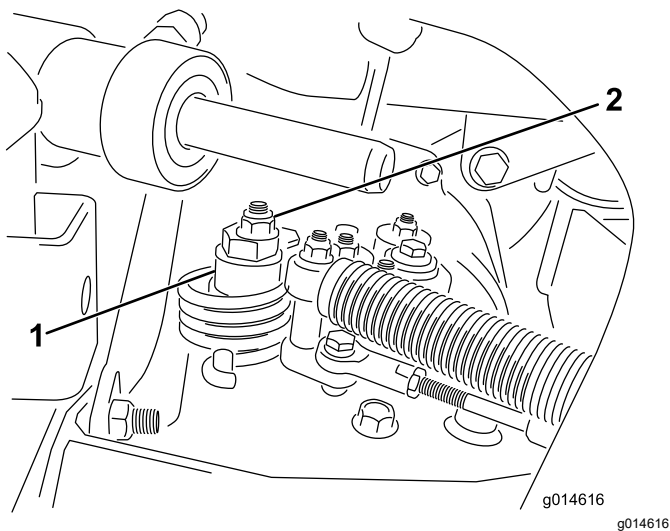

図 44
- 偏芯ナットをハイドロスタット上部に止めているナットをゆるめる図 44。
- C. どちらにも車輪が回らないように偏芯ナットを回して調整する。調整ができれば固定ナットを締める 図 44。スロットル低速 および高速位置で調整が正しいことを確認する。